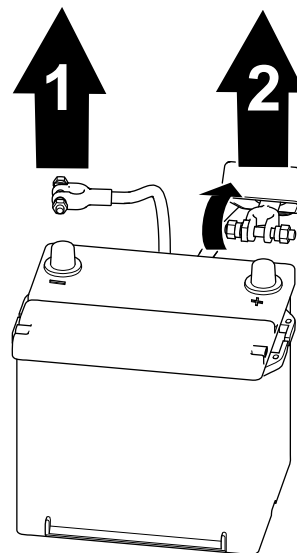

Figure 57
1. Débranchez le câble négatif de la borne de la batterie (Figure 57).
2. Soulevez le capuchon isolant et débranchez le câble positif de la borne de la batterie (Figure 57).